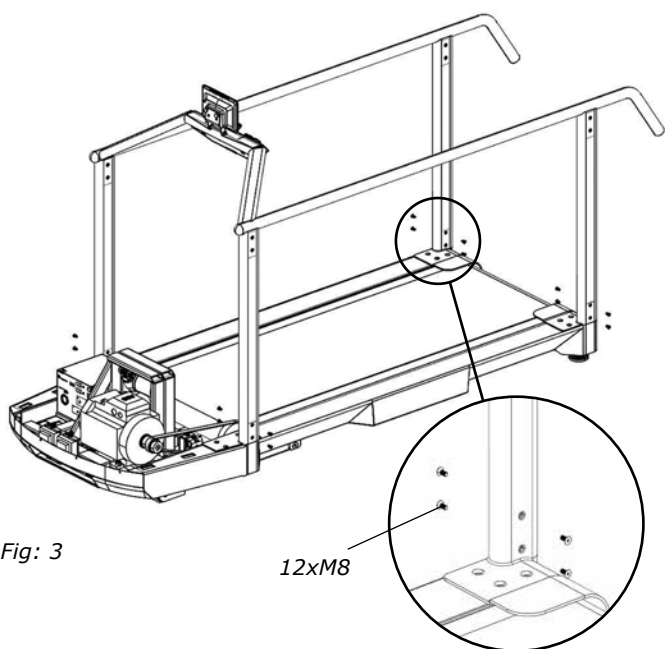

Fig: 3
4. Lossa och ta bort 16 st. skruvar, se *fig: 3*